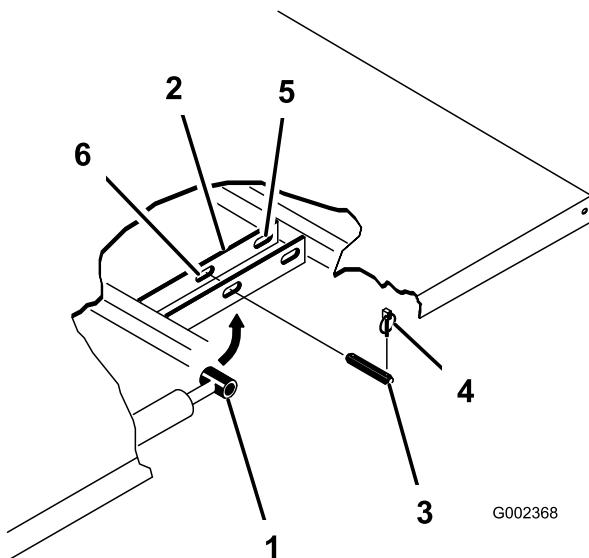

Figura 3
4. Retire las chavetas de los extremos exteriores de los pasadores de horquilla de las varillas de los cilindros (Figura 3).
5. Retire los pasadores de horquilla que sujetan las rótulas a las placas de montaje de la plataforma, empujando los pasadores hacia el centro de la máquina (Figura 3).